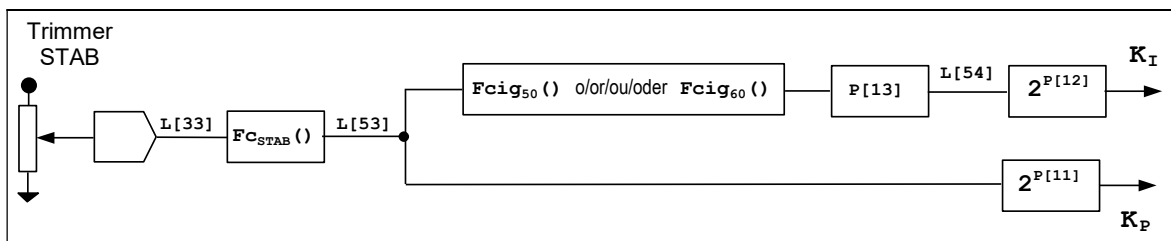
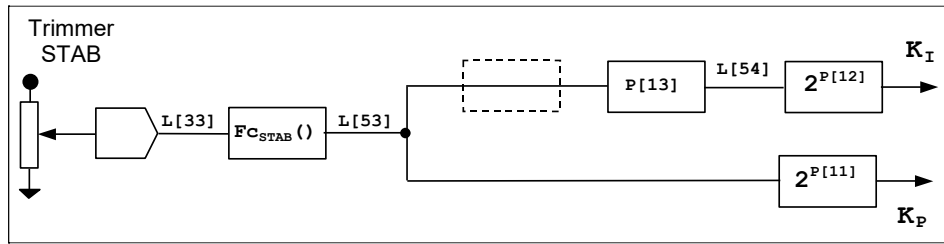
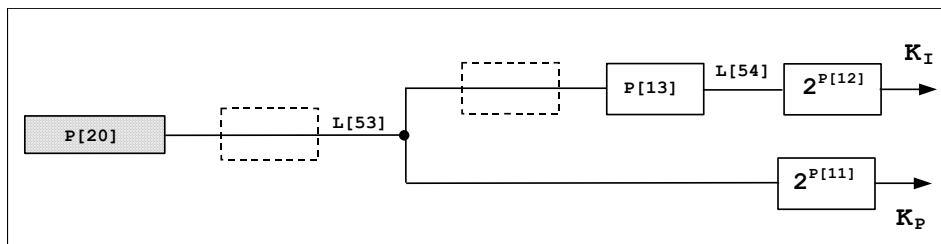

fig. 7a: schema delle elaborazioni numeriche dei guadagni proporzionale e integrale nel DSR (standard) con trimmer STAB abilitato
fig. 7b: schema delle elaborazioni numeriche dei guadagni proporzionale e integrale nel DSR/A con trimmer STAB abilitato
fig. 7c: schema delle elaborazioni numeriche dei guadagni proporzionale e integrale in tutti i DSR con trimmer STAB disabilitato
Se il trimmer STAB è abilitato (Flag Trimmer STAB presente) la sua posizione angolare, disponibile alla locazione L[33], viene trasformata dalla funzione  $F_{C_{STAB}}^{(2)}$  nel valore numerico disponibile alla locazione L[53](3) (figg. 7a e 7b); se invece il trimmer STAB è disabilitato il valore della locazione L[53](3) è direttamente quello impostato tramite il parametro P[20] (fig. 7c).
Il guadagno integrale, disponibile alla locazione L[54](3) a meno della moltiplicazione per un coefficiente, dipende dal valore del guadagno proporzionale alla locazione L[53](3); nel DSR standard (scatola grigia) con il trimmer STAB abilitato (Flag Trimmer STAB presente) il valore della locazione L[53](3) a 50Hz viene trasformato, dalla funzione  $F_{cig_{50}}^{(2)}$  e dalla moltiplicazione per il valore del parametro P[13], nel valore numerico disponibile alla locazione L[54](3); a 60Hz la funzione di trasformazione, diversa rispetto a quella a 50Hz, è  $F_{cig_{60}}^{(2)}$ , (fig. 7a); nelle altre versioni del DSR (fig. 7b), ad esempio DSR/A (scatola blu) o se il trimmer STAB è disabilitato(4) (fig. 7c) non solo non vi è differenziazione tra il guadagno integrale a 50Hz e a 60Hz ma anche il valore della locazione L[54](3) è ottenuto dalla semplice moltiplicazione del guadagno proporzionale alla locazione L[53](3) per il valore per il valore del parametro P[13].